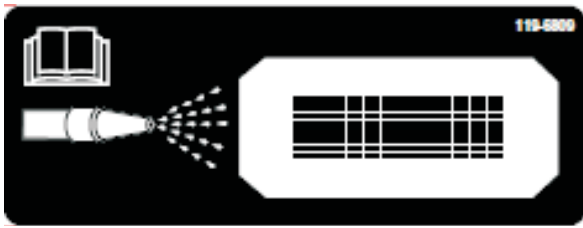
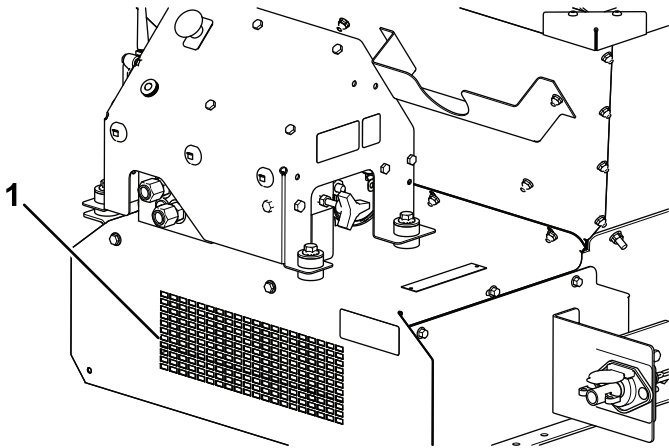

Bild 60
Bild 61
11. Ermitteln Sie den Reinigungsanschlussschlauch vorne an der Maschine (Bild 60). Spritzen Sie mit einem Gartenschlauch durch das vordere Schutzgitter, bis die Bodenplatte kein Material mehr enthält (Bild 61).